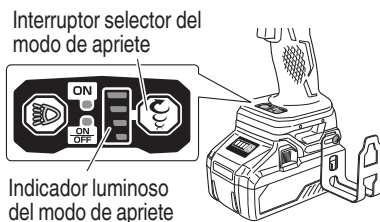

Fig. 20
10. Función del selector de modo de apriete (Fig. 20)